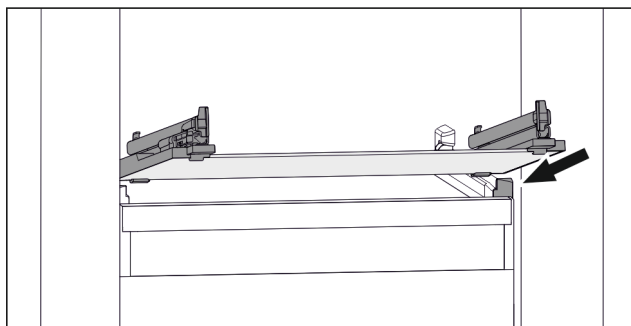

Fig. 46 Exemple de représentation de la tablette en verre
- ▶ Placer la tablette en verre, en l'inclinant, derrière les butées. (voir Fig. 46)